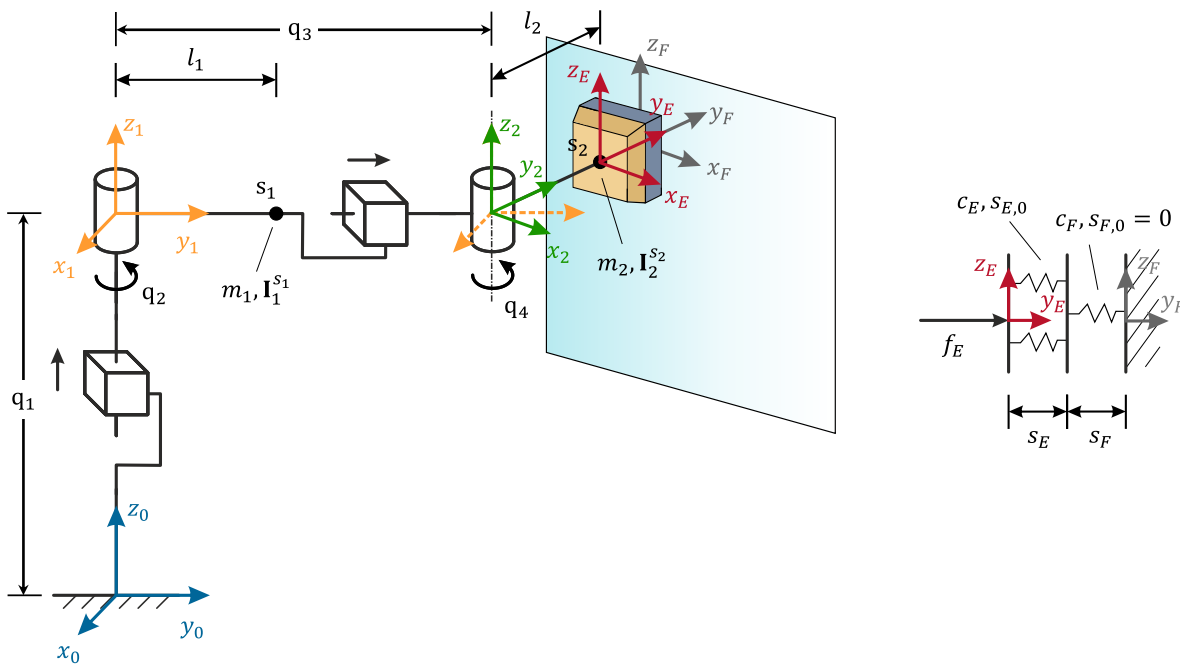

Abbildung 3: Fensterputzroboter.
2. In Abbildung 3 ist links schematisch ein Fensterputzroboter dargestellt. Das System besitzt die Freiheitsgrade $\mathbf{q} = [q_1 \ q_2 \ q_3 \ q_4]^T$, wobei q_1 eine reine Translation in z_0 -Richtung, q_3 eine reine Translation in y_1 -Richtung und q_2 sowie q_4 jeweils Rotationen um die z_1 - bzw. z_2 -Achse darstellen. Die Schwerpunkte der zwei vertikalen Ausleger befinden sich in den Punkten s_1 und s_2 .
Die Verhältnisse während des Putzvorgangs sind rechts in Abbildung 3 dargestellt. Der Abstand des Endeffektors zur Scheibenoberfläche s_E verkürzt sich durch die Krafteinwirkung f_E , gleichzeitig verbiegt sich die Scheibe leicht in y_F -Richtung. Dies lässt sich vereinfacht durch das dargestellte Federmodell dreier linearer Federn mit den Federkonstanten c_E und c_F sowie den entspannten Längen $s_{E,0}$ und $s_{F,0} = 0$ beschreiben. Die Durchbiegung der Scheibe ist mit s_F gegeben.